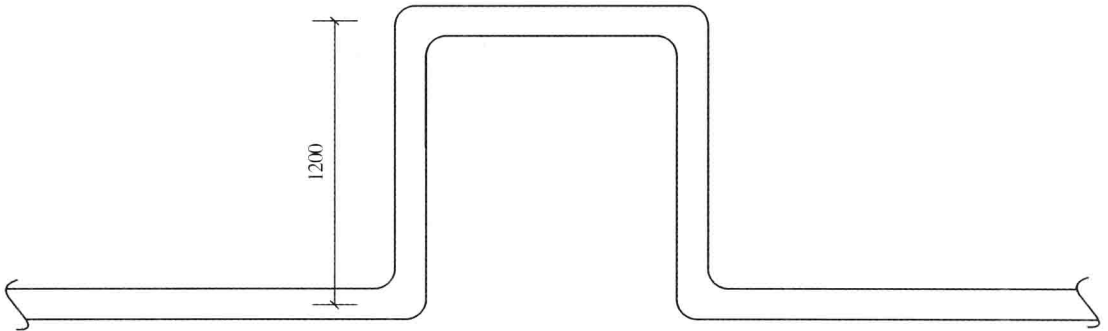

图1-4 方形伸缩器示意图
**【例4】** 如图1-4所示,某室外供热管道中有DN150镀锌钢管一段,起止总长度为100m,管道中设置方形伸缩器一个,臂长1.2m,该管道涂刷沥青漆两遍,珍珠岩瓦保温,保温层厚度为50mm,试计算该段管道安装的工程量。